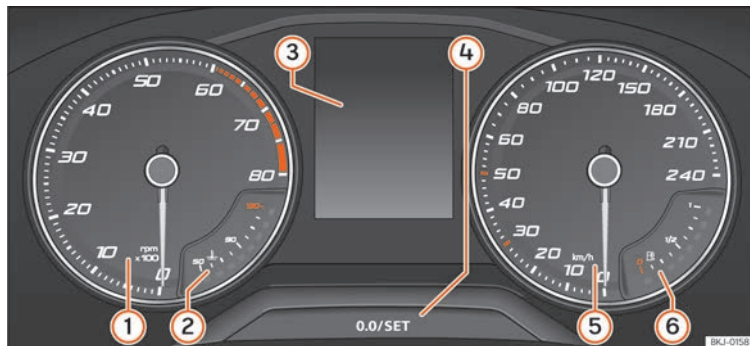

**Fig. 117** Quadro strumenti nel cruscotto.
Spiegazioni sugli strumenti » **fig. 117:**
- Premere brevemente il pulsante **0.0/SET** » **fig. 117** **4** per riportare il contachilometri parziale a 0.